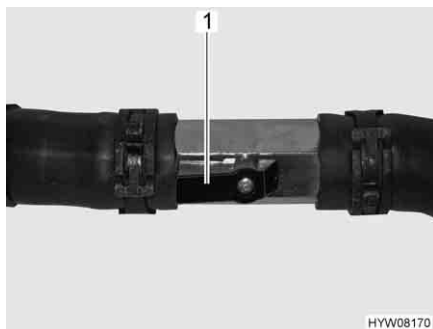

Fig. 87 Rubinetto aperto
- Posizionare la leva (Fig. 87,1) parallelamente alla tubazione (Fig. 87).